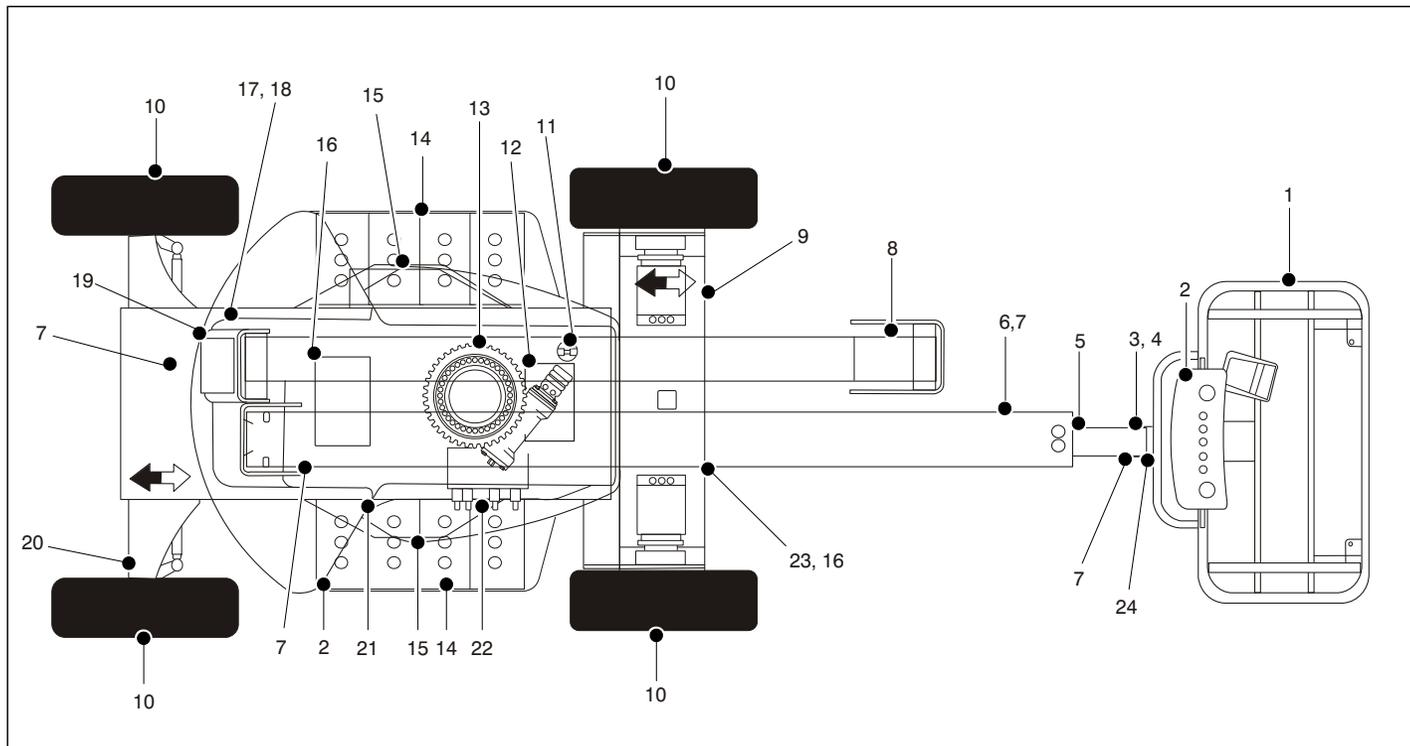

Abbildung 2-2. Tägliche Sichtkontrolle – Blatt 1 von 3
5. **Sichtkontrolle** – Siehe Abbildung 2-2. bis Abbildung 2-4.